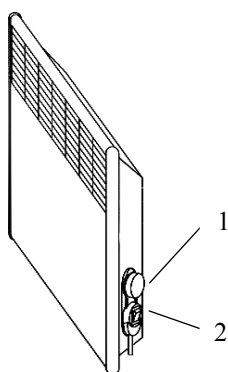
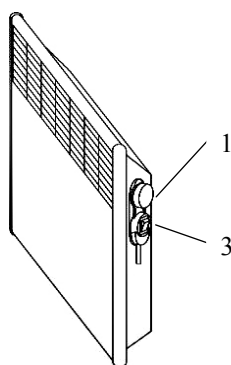

Рис. 5 Розміщення органів керування конвекторів IP20
Рис. 6 Розміщення органів керування конвекторів IP24
4.8 Переведіть клавішу вимикача (клавіші ступінчастого регулятора потужності) у відключене положення «0», ручку термостата встановіть в положення «\*» (сполучіть знак «\*» на ручці з міткою на корпусі конвектора або блоку керування). Конвектор готовий до роботи (розташування органів керування конвектором наведено на рис. 5, 6).
Включати й експлуатувати конвектор дозволяється тільки в положенні, вказаному на рис.5, рис.6 (повітрязабірною решіткою вниз). При першому включенні конвектора можливий запах від випаровування консерваційних матеріалів. Рекомендується провітрити приміщення.